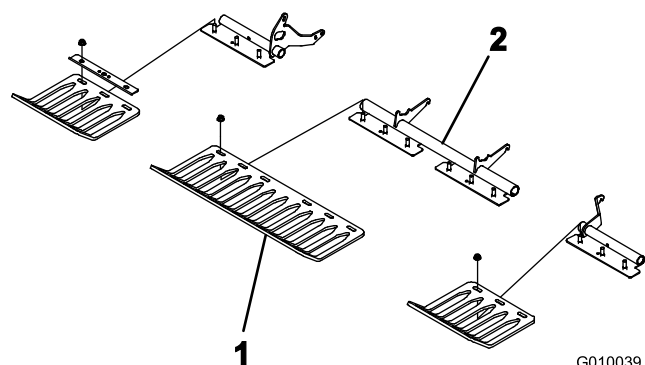

図 23
注 ターフガード・クランプとフランジナットはターフガード・ブラケットに取り付けて出荷されています (図 23)
3. ターフガード・ブラケットにターフガード 4 本を仮止めする ; 全部で 12 本のフランジナットを使用 (図 23) 。この時点ではまた本締めしないこと。